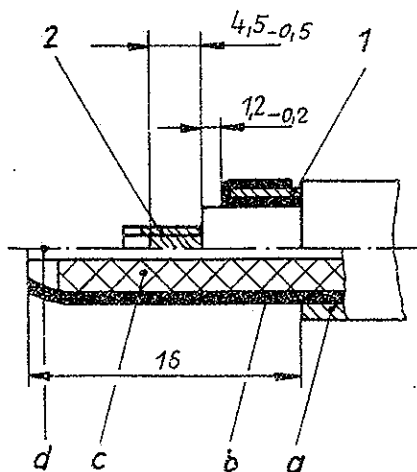

Bild 1
Teil (1) auf Kabelaußenleiter (b) bis an die Kabelschutzhülle (a) schieben. Kabelaußenleiter (b) umlegen und kürzen. (siehe Bild 1)